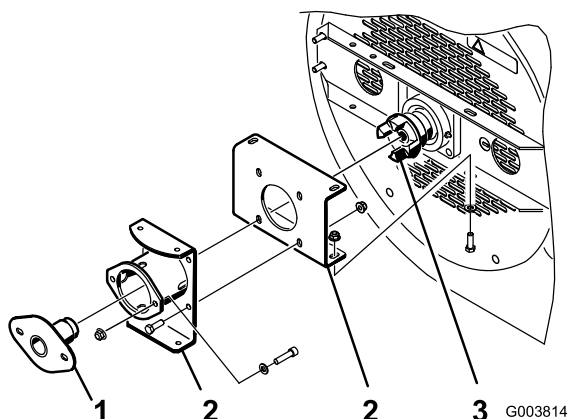
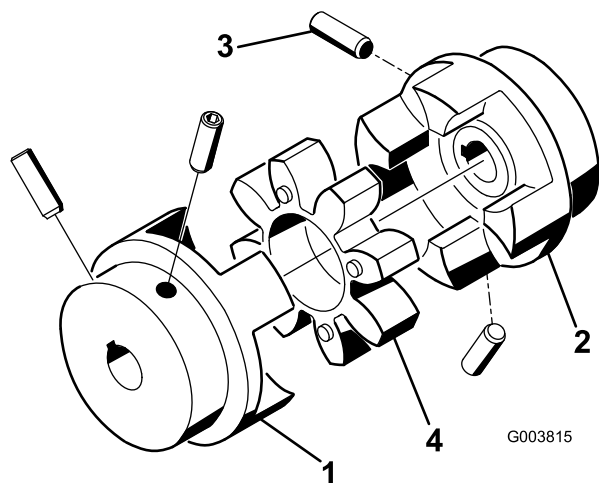

Рисунок 13
Рисунок 14
1. Убедитесь в том, что монтажные кронштейны установлены на корпусе воздуходувки, но болты и гайки не затянуты (Рисунок 13).
- Вставьте инструмент для выравнивания подшипников сквозь монтажные кронштейны и в соединитель вентилятора (Рисунок 13). Убедитесь в том, что крестообразная муфта (Рисунок 14) не находится в муфте.
- Установочные винты, крепящие муфты двигателя и вала вентилятора (Рисунок 14), необходимо затянуть с моментом 58 – 82 фунт-дюйма.